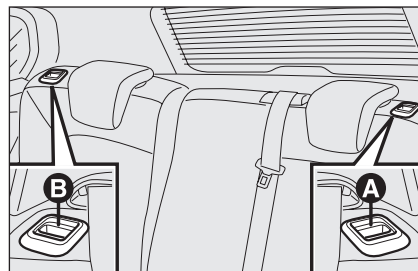

fig. 82
- ☐ intervenga en las manillas **A** o **B-fig. 82** para desbloquear respectivamente la parte izquierda o derecha del respaldo y acompañar el respaldo hacia el cojín.
- ☐ levante las manillas **A** y **B-fig. 82** para desbloquear los respaldos y colocarlos sobre el asiento.